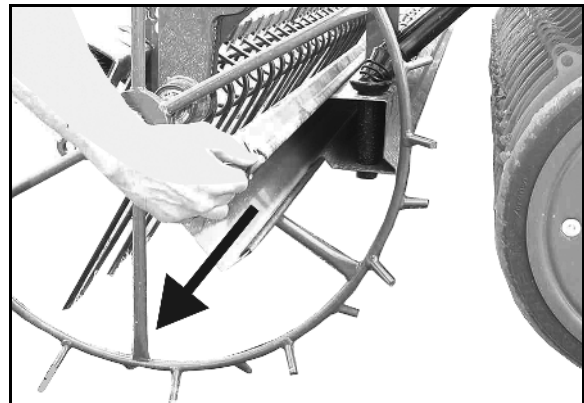

Fig. 27
- o Abdrehkurbel und Abdrehmulden in Transportstellung (Fig. 27 / Fig. 30) bringen.